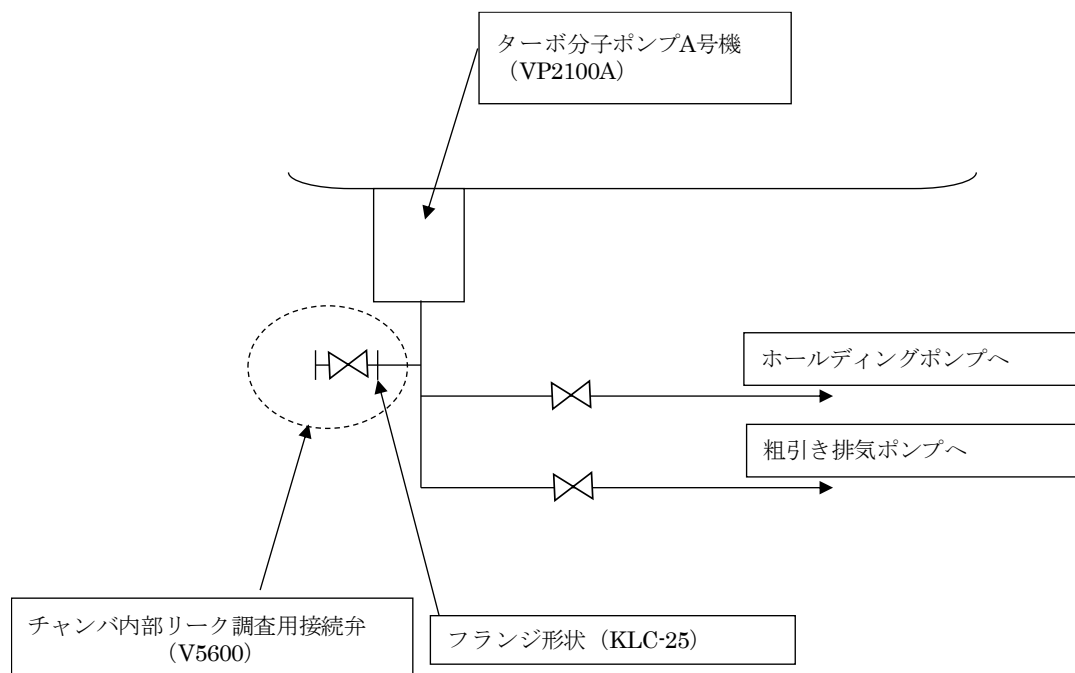

図4-7 チャンバ内部リーク調査用接続弁及びフランジ
- ・ 下図（図 4-7）に示すフランジ（KLC-25）及びバルブ（V5600）は、シュラウドリーク調査時にヘリウムリークディテクタを接続するためのものです（バルブはニードル弁タイプではありませんので、流量の微調整は出来ません）。